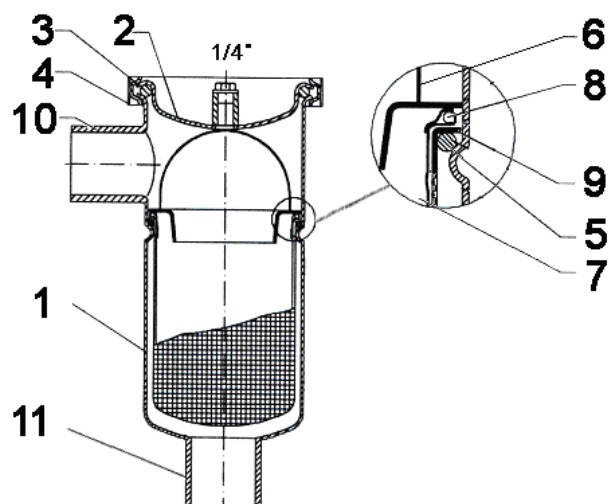

Рис.3
4. Надеть на поддерживающую корзину 9 уплотнительное кольцо 5 и установить ее внутрь корпуса фильтра 1 (см. рис. 3).